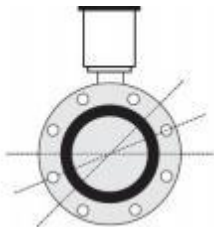

图 3
②水平安装时，电磁水表必须水平，信号电极轴线要水平，防止由于流体所夹带的气泡而产生电极短时间的绝缘，也可以防止电极被流体中沉积物覆盖，从而引起输出信号的波动，不应该将仪表安装在最高位置处，以免有气体积聚，如图 3：